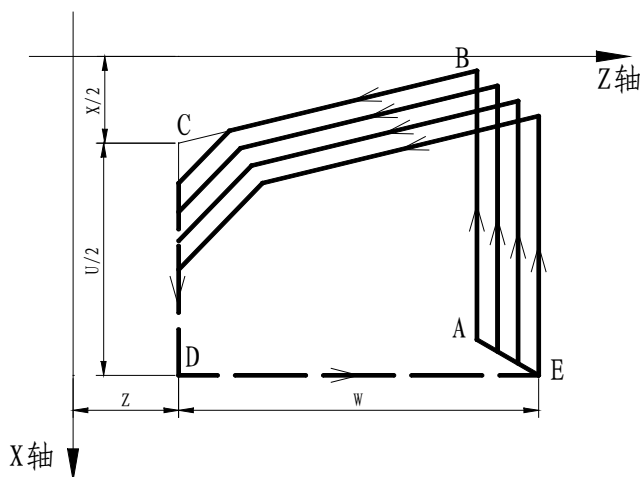

图 2-50
指令功能: 系统根据指令地址所给的数据自动计算并进行多次螺纹切削循环螺纹加工完成, 指令轨迹如图 2-50 所示。
- 考虑各地址的符号，有四种加工图形，也可以加工内螺纹。在图2-50所示的螺纹切削中，只有B，C间用F指令的进给速度，其他为快速进给。